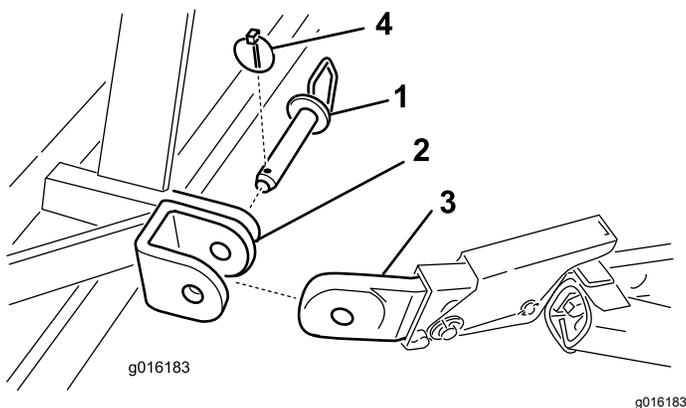

**Figura 3**
4. Fissate i bracci di attacco inferiori ai perni di montaggio dell'arieggiatore con le coppie ad anello (Figura 3).